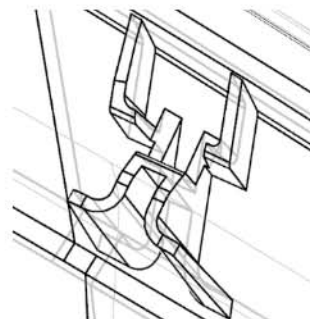

图 1-21 仪表板上本体前端背面卡脚示意图
(1) 上本体水平放置移动至管梁总成上方；
(2) 注意仪表板上本体前端背面的 5 个卡脚 (图 1-21) 应卡入前围板金；
(3) 然后向下旋转上本体，注意上本体两端面卡脚图 1-21 卡入下本体，带卡扣卡脚的卡入下本体，螺钉孔处限位柱卡入下本体，然后拍紧卡扣；